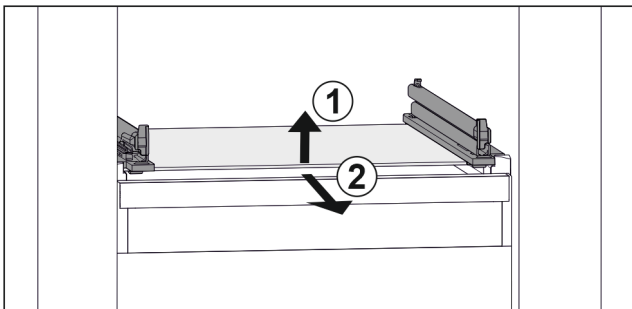

Fig. 54 Príklad zobrazenia sklenenej dosky
- ▶ Nadvihnite sklenenú dosku vpred. Fig. 54 (1)
- ▶ Odoberte sklenenú dosku dopredu. Fig. 54 (2)